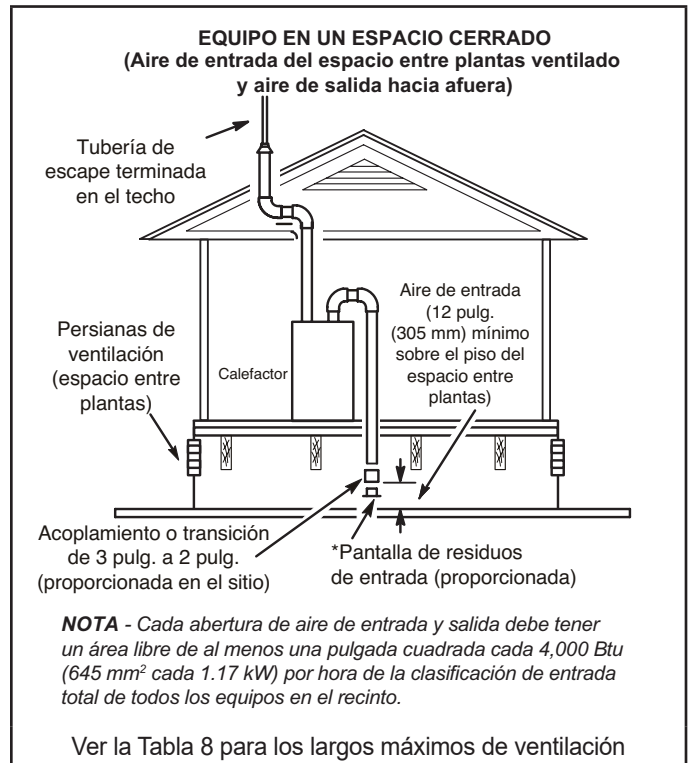

FIGURA 30
- 2 - Si el aire de entrada se toma de un espacio entre plantas ventilado ("FIGURA 30") o de un ático ventilado ("FIGURA 31"), el largo de ventilación de escape no debe exceder los valores listados en la Tabla 9. Si se utiliza una tubería de 3" de diámetro, redúzcala a una tubería de 2" de diámetro para acomodar la pantalla de residuos.